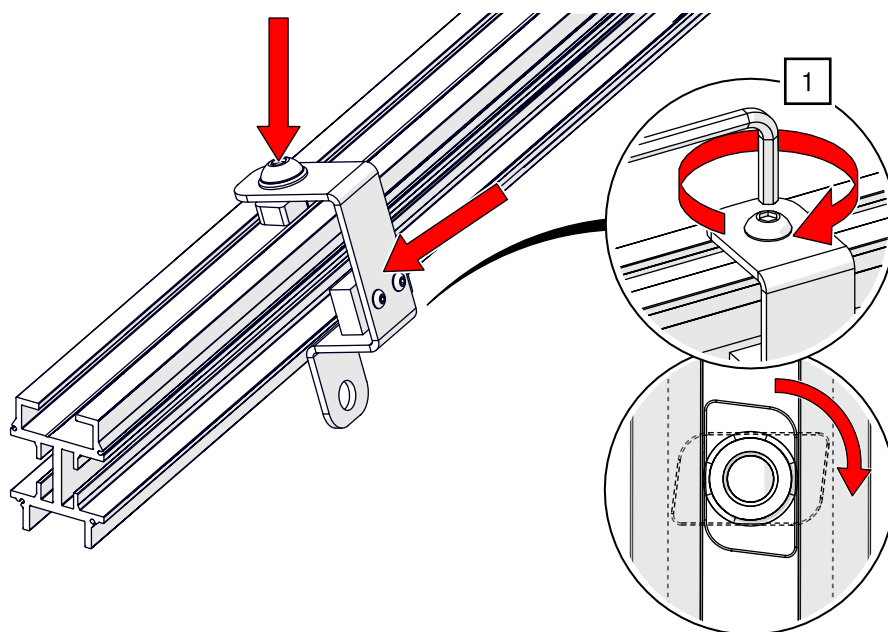

Abb. 66: BELT-TRACK Endanschlag – Endanschlag montieren
1. Hängen Sie den vormontierten Endanschlag in das Schienenprofil und ziehen Sie die Schraube mit Nutenstein mit einem ISK SW 5 und 27 Nm an (siehe Abb. 66).